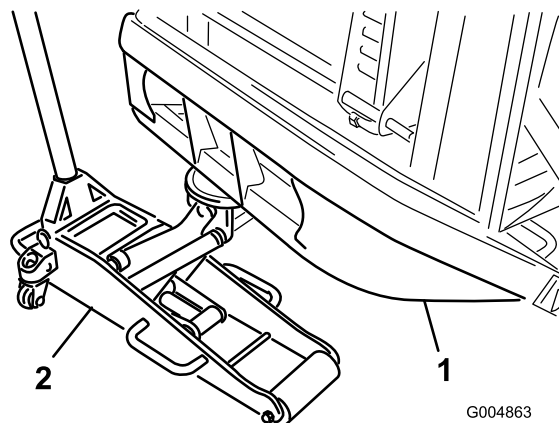

Figure 23
2. Placez une chandelle sous chaque moteur de roue et un cric sous le pare-chocs arrière (Figure 23), ou utilisez un palan aérien.